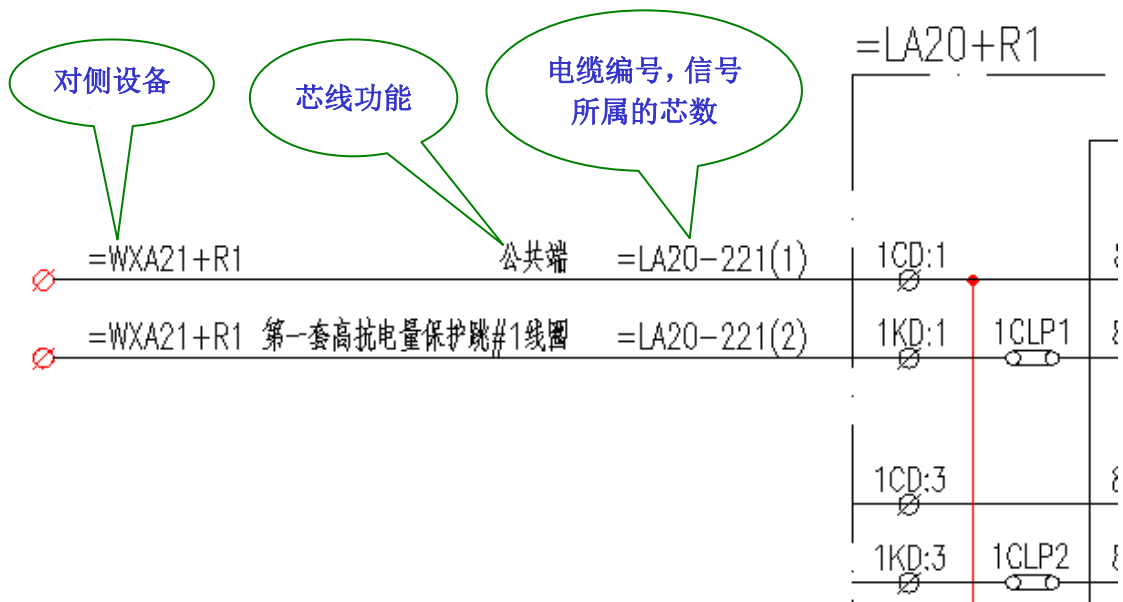

图 5
2. 绘制原理图：包括插入设备、端子、芯线、定义电缆等操作，绘制后的原理图如图 5 所示：